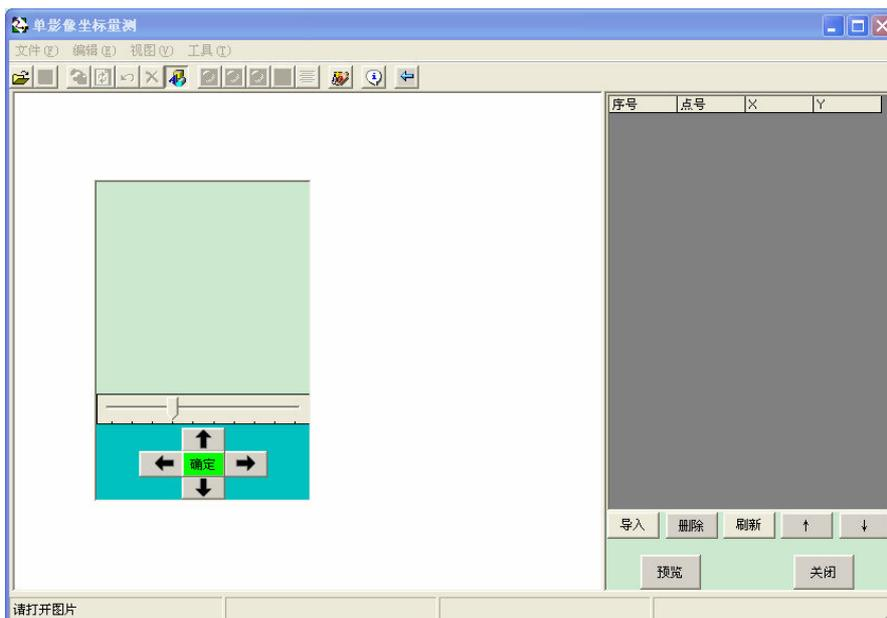
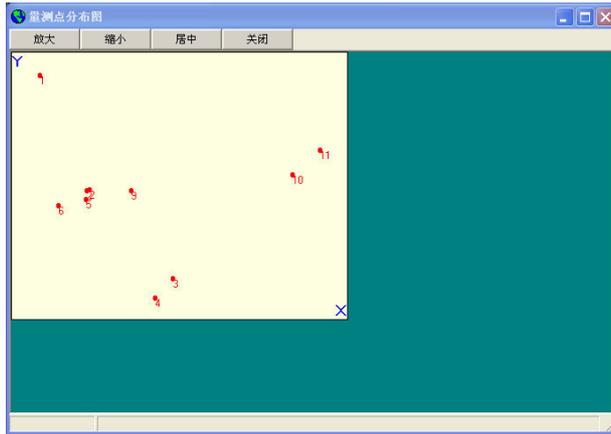

图 1-3 单片量测的界面
图 1-7 查看测点的分布的图
(2) 单片量测的具体操作
- 在系统主界面下点击【像片坐标量测】→【单像量测】，即出现“单像量测”程序界面（如图 1-3 所示）。
c. 对量测点进行坐标量测时,可以在放大窗口内(如图 1-4 所示) , , ,  四个按钮调整量测点的位置,量测点的目视位置准确时点击方法窗口内的 **确定** 按钮即可。在弹出的消息框内设定点号即可完成一个像点的量测。此时可以在图 1-3 所示的窗体右侧看到所量测的像点坐标 X 和 Y。如此,即可以量测其他点。若需要修改某一量测点,则可在图 1-6 所示的窗体点击需要修改的点(选中的点将以蓝色高亮显示),则系统会自动定位到该点,放大窗体则如图 1-5 所示,进行坐标调整之后点击 **修改** 按钮即可(对于点号的修改,则可以双击点号对应的数据项进行修改)。
d. 量测过程中,也可以查看量测点的点位分布情况,如图 1-7 所示。此功能可以通过点击图 1-3 中的  按钮实现。
e. 量测中，若需要删除某些测量点，则可以点击  按钮进行删除。（只能倒序依次删除图 1-6 中所列的测量点，所以需要通过点击图 1-3 中的  和  调整测量点的顺序）
g. 如果存在像点坐标文件，则可以点击  **【导入已采数据】**。数据结果将续接在图 1-7 所示的窗体后面。